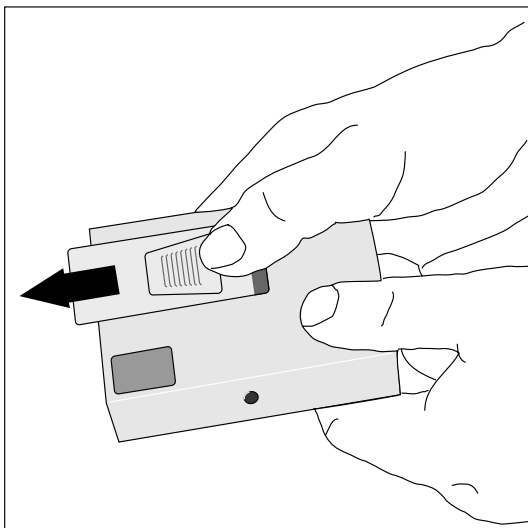

Рис. 3-1. Открывание отсека для аккумуляторов
- Возьмите в руки монитор TONOPORT V, как показано на рис. 3-1, и сдвиньте крышку отсека для аккумуляторов так, чтобы открыть отсек (примерно на 1 см).